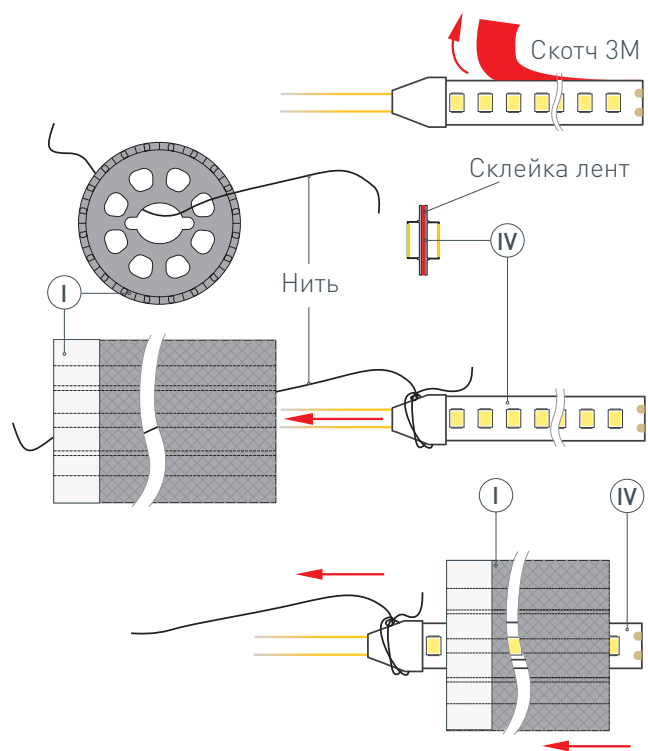

Рис. 1. Протяжка светодиодных лент (IV) в профиль (I), вид сверху
Установите светодиодные ленты (IV) в профиль (I). Для этого необходимо снять защитный слой со скотчей на светодиодных лентах (IV) и склеить ленты тыльными сторонами, чтобы можно было протянуть через профиль. Затем привязать нить (находится внутри профиля) с одной стороны профиля (I) к склеенным светодиодным лентам (IV), как показано на рис. 1. Чтобы втянуть ленты в профиль, сначала аккуратно поместите кабели питания светодиодных лент (IV) внутрь профиля (I), а затем, насколько это возможно, вставьте край светодиодных лент. Аккуратно потяните за нить с другой стороны профиля (I) и тем самым протяните светодиодную ленту (IV) в профиль (I). Отвяжите нить от светодиодной ленты. **! ЗАМЕНА ЛЕНТЫ.** Если понадобится заменить уже установленные в профиле светодиодные ленты, то необходимо проделать те же действия: привяжите нить к светодиодным лентам с одной стороны профиля, аккуратно потяните ленту с другой стороны профиля. Таким образом, нить снова окажется внутри профиля, готовая для повторного использования.